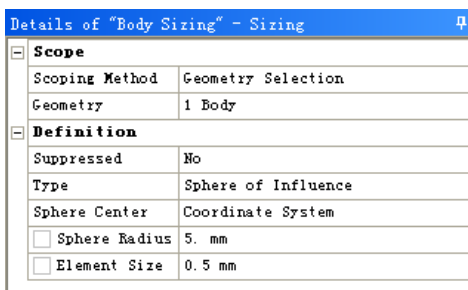

图 3-84 参数设置
- 步骤 06** 在参数设置列表中单击 Geometry 后的 **Apply** 按钮, 完成体的选择, 设置 Type 为 Sphere of Influence, 设置 Sphere Center 为刚刚创建的坐标系, 设置 Sphere Radius 为 5、Element Size 为 0.5, 如图 3-84 所示, 显示的模型会自动更新, 以方便预览影响球的范围, 如图 3-85 所示。